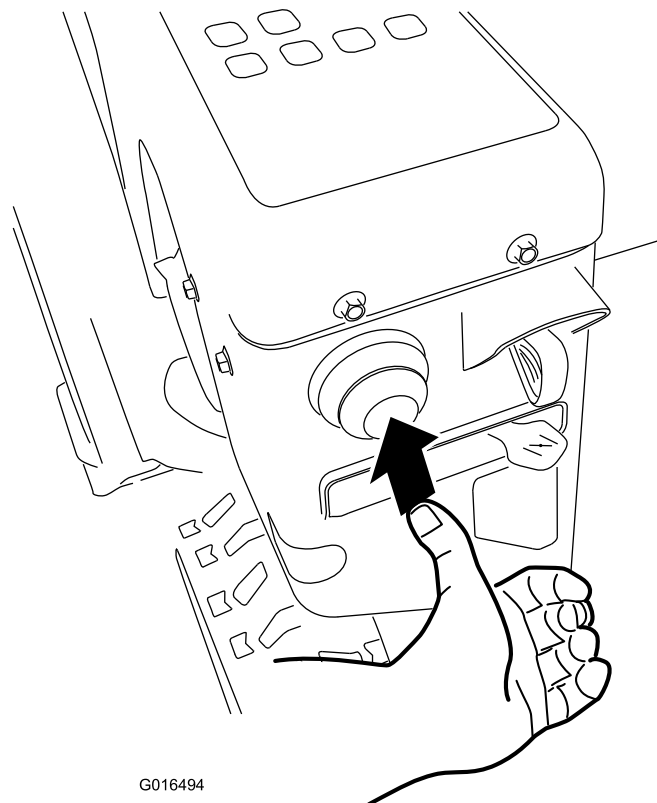

**Figure 27**
3. Insérez la clé de contact à fond (Figure 27).